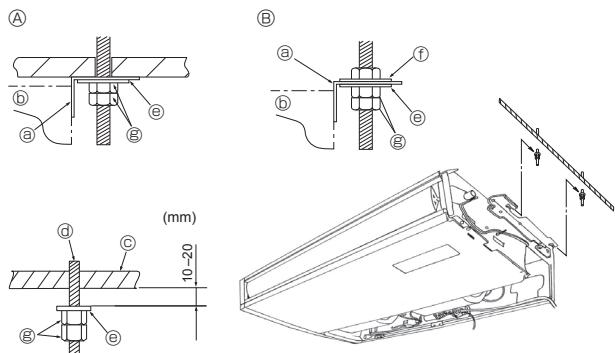

Fig. 3-5
② Si fuerza la rejilla de entrada al abrirlo o si la abre a un ángulo superior a 120° podría dañar las bisagras.
3.3. Instalación de la unidad interior (Fig. 3-5)